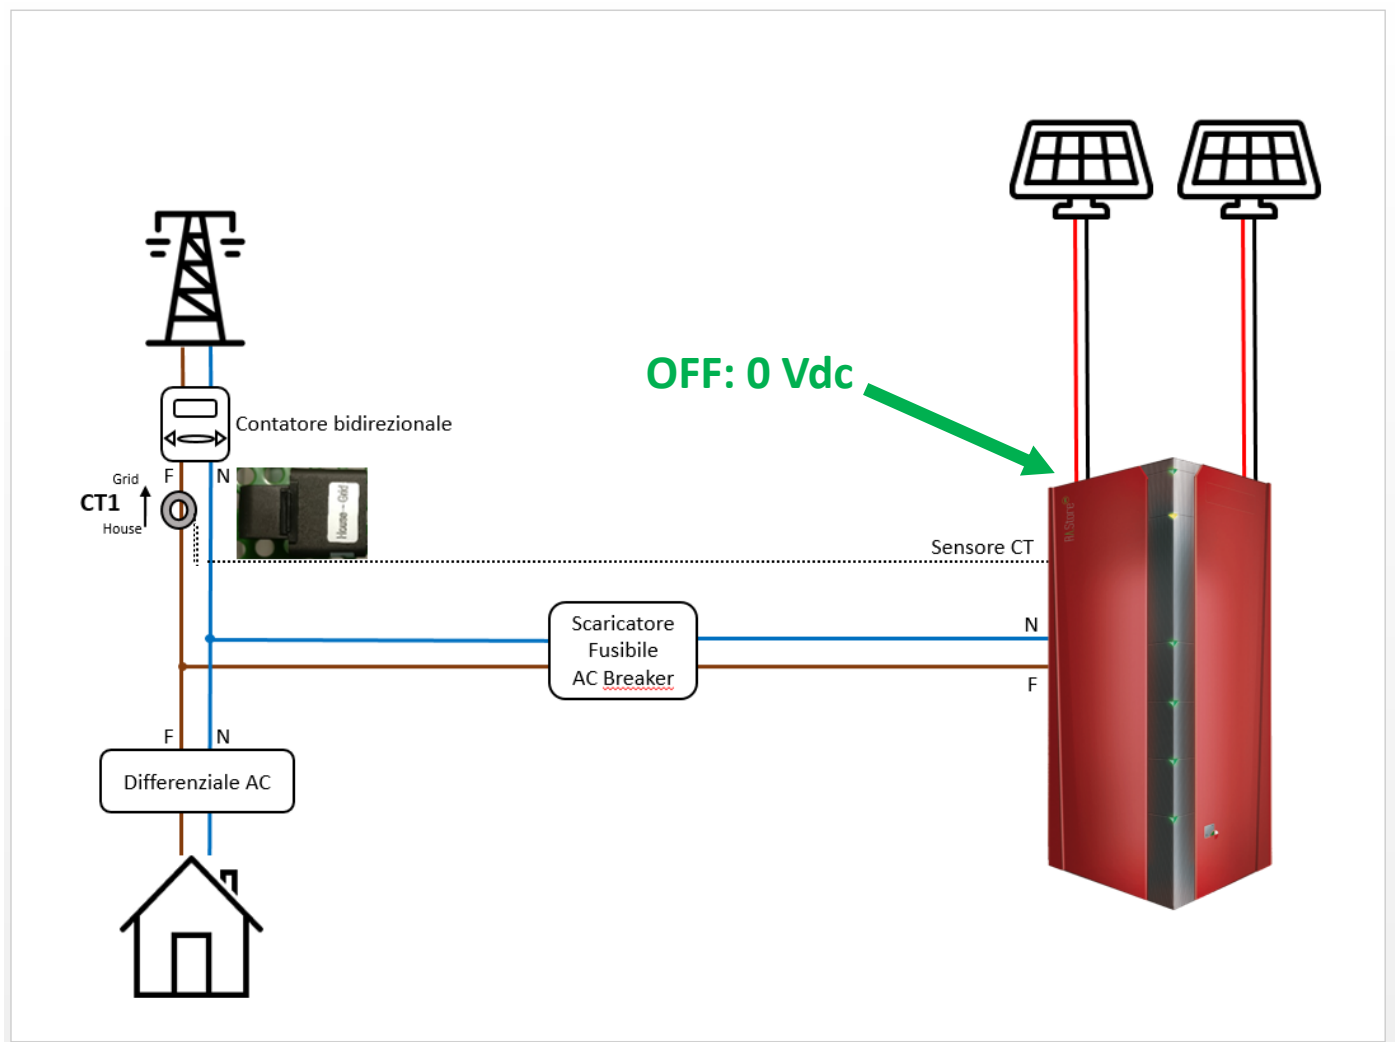

Figura 25 - Messa in sicurezza dei cavi in derivazione dai quadri di stringa prima dell’intestatura con i connettori MC4
- Isolare il tratto di cavo che sarà da intestare con connettore tipo MC4 (Figura 25 e Figura 26).